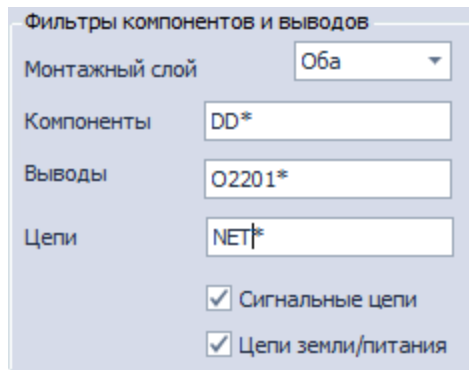

Рис. 235 Выбор цепей для отбора компонентов при построении фанатов
- Имена цепей. Список или диапазон имен цепей, задаются с помощью пункта «Цепи» поля «Фильтры компонентов и выводов», см. Рис. 235. Группа цепей задается с помощью регулярных выражений, правила составления которых приводятся в соответствующем разделе.